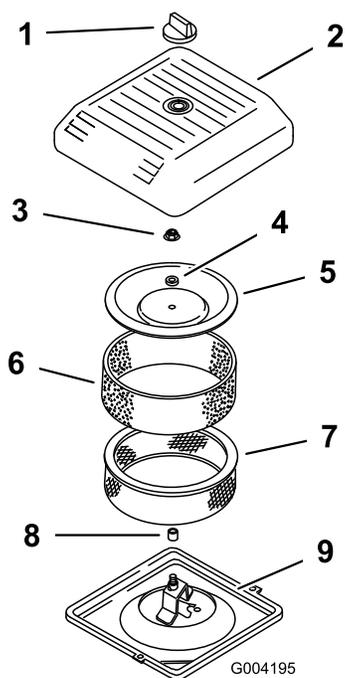

Figura 17
2. Desenrosque el pomo y retire la cubierta del limpiador de aire (Figura 17).
3. Deslice cuidadosamente el prefiltro de gomaespuma para separarlo del elemento de papel (Figura 17).
4. Desenrosque la tuerca de la tapa y retire la tapa, el espaciador y el filtro de papel (Figura 17).
2. Coloque el conjunto del limpiador de aire sobre su base (Figura 17).
3. Instale la tapa y el espaciador y fíjelos con la tuerca de la tapa (Figura 17). Apriete la tuerca a 95 pulgadas-libra (10,7 Nm).
4. Instale la tapa del limpiador de aire y sujétela con el pomo (Figura 17).